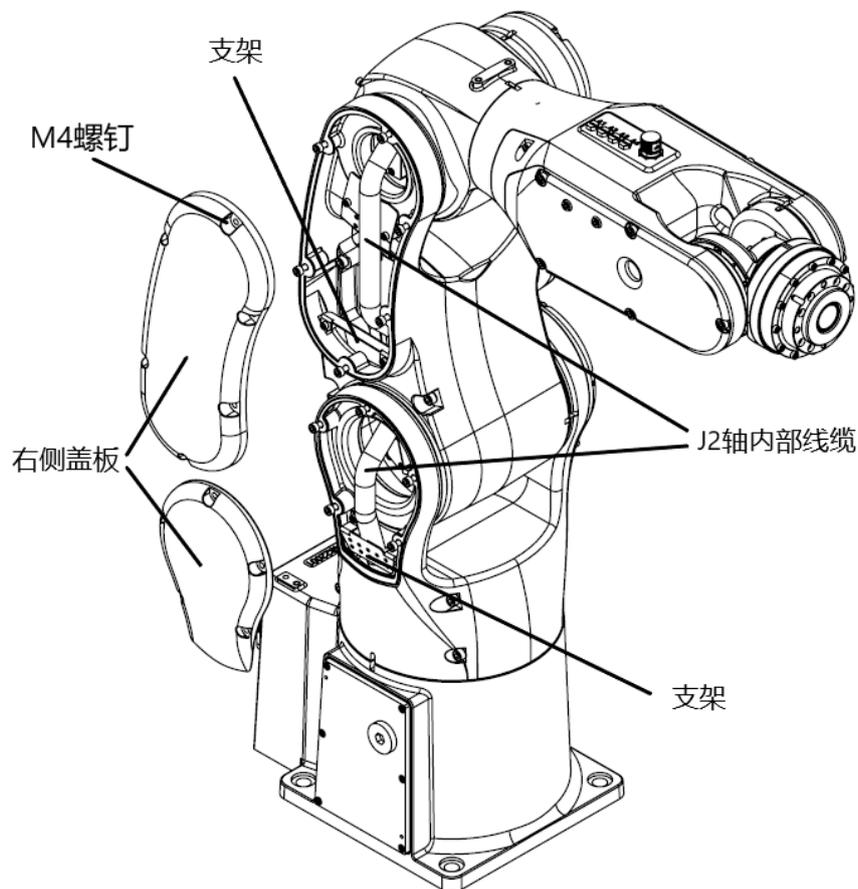

图 10-2 J1,J2 轴内部线缆
- 步骤1. 拆卸右侧盖板, 如图 10-2 所示, 抽出 J1,J2 轴内部线缆。